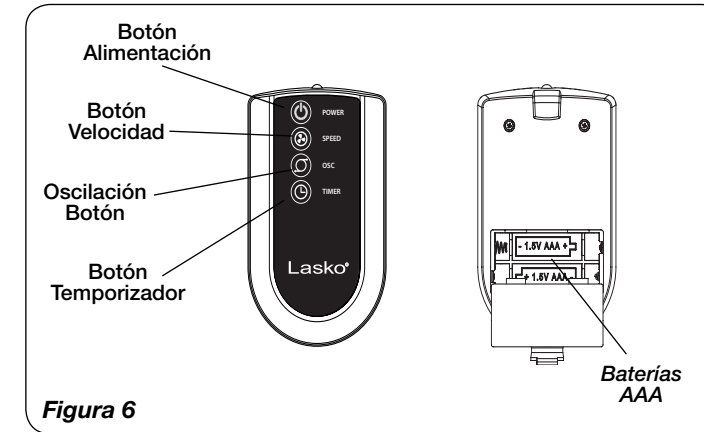

Figura 6
CONTROL REMOTO (Figura 6)
1. Instale la baterías (no suministró) como mostrado en la *Figura 6*. La batería es el tipo "AAA".